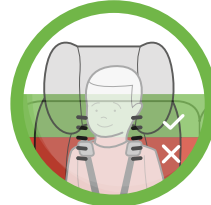

Figure 3a
- Les Sangles du Harnais doivent traverser les Fentes du Harnais ou au-dessus – et le plus près possible – des épaules de l'enfant, tel qu'illustré dans la **Figure 3a**. Si les épaules de l'enfant sont au-dessus de la plus haute série de Fentes du Harnais à l'arrière du siège d'auto, votre enfant est alors trop grand pour ce siège d'auto.